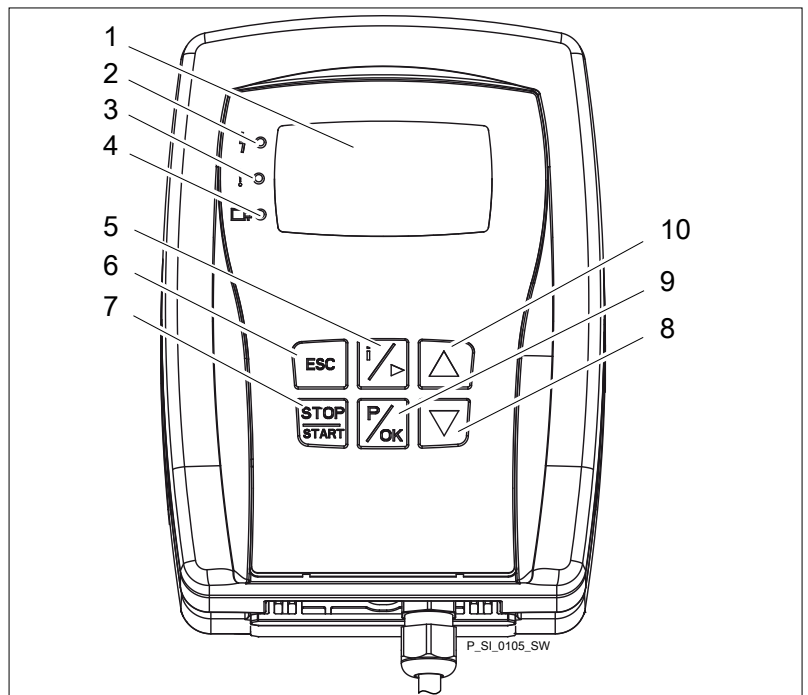

Fig. 4: Éléments de commande IHM
- 8 LED d'état (comme Fig. 4) et LED d'état CAN Bus (externe)